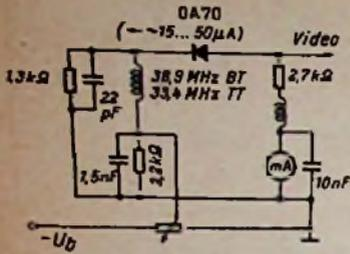

Bild 4. Video-Gleichrichter mit Vorspannungen zum Verlagern des Kennlinienknicks
4. Die Verstärkung der Video-Endröhre sollte nicht zu groß gewählt werden. Aus Bild 4 ist ersichtlich, daß durch eine auf verschiedene Art leicht einzuspeisende und nicht sehr kritische positive Spannung von 100...400 mV der Knickpunkt nach links verschoben werden kann  $I_D \approx 15...50 \mu\text{H}$ . Gleichzeitig steigt der Wirkungsgrad  $\eta$ . Dies macht sich jedoch dann nur wenig bemerkbar, wenn der Zf-Kreis, an den die Diode angeschlossen ist, nicht sehr stark bedämpft ist, da durch Verschiebung des Dioden-Arbeitswiderstandes in den Durchlaßbereich die Dämpfung etwas steigt. Ermittelt man unter Berücksichtigung der Punkte 1 bis 4 nun nochmals den Zf-Spannungswert für minimalen Kontrast, dann ergeben sich folgende Werte: